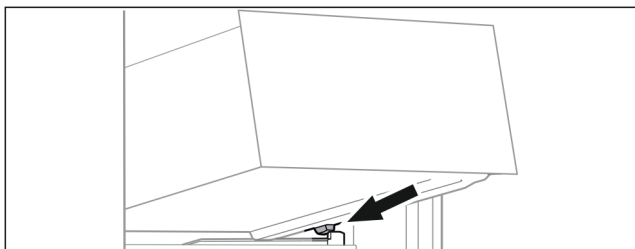

Fig. 15
- ▶ Наклоняя вниз, установите выдвижной ящик за стопоры на контейнерное ребро Fig. 15 ().